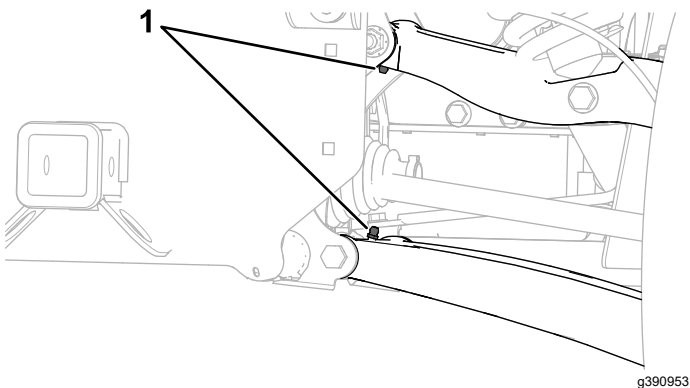

Figure 62
- **Pivots de bras de commande arrière (4) ;** voir Figure 62